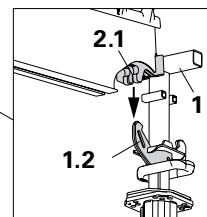

Fig. A4.02a
5. Inserir a viga principal SLT 225 (2) no suporte do cabeçal de apoio e no suporte do cabeçal de caída. A ligação da viga principal (2.1) deve ser montada no meio do suporte da viga (1.2) dos cabeçais SKYDECK. (Fig. A4.02a / A4.02b / A4.02c)
6. Fixar a viga principal SLT 225 (2) com o suporte de parede SWH-2 (8).
8. Inserir a viga principal SLT 225 (2) no suporte da viga. (Fig. A4.02a / A4.02b / A4.02c / A4.04)